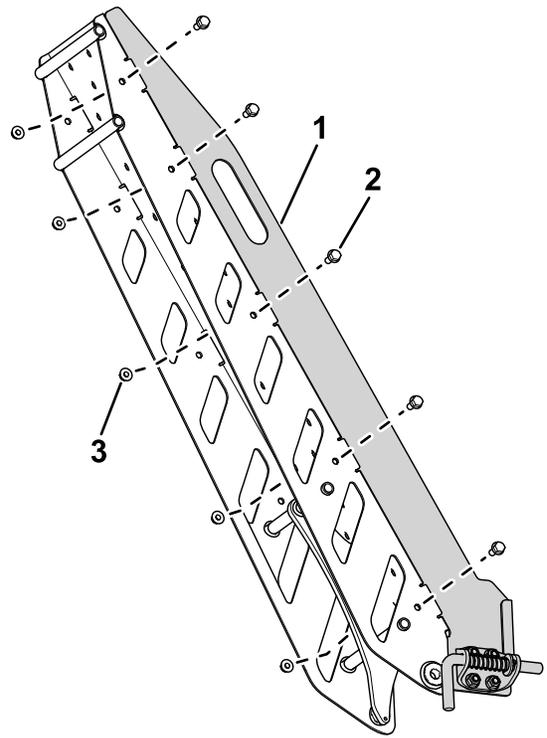

図 10
2. ボルト5/16 x 3/4" 10本とナイロックナット 5/16" 10個を使用して、ガイドプレートをランプアセンブリに固定する 図 10。